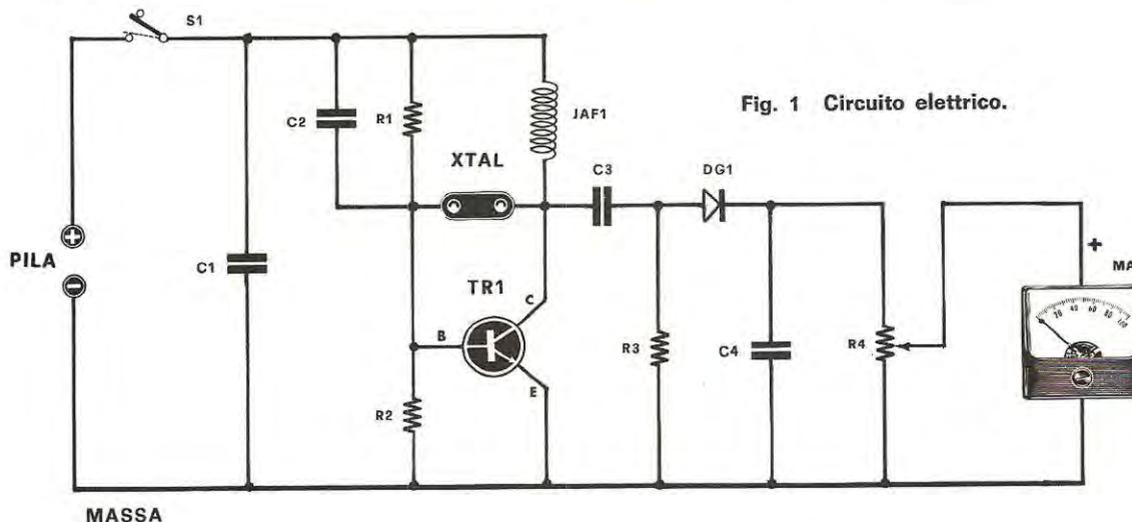

Fig. 1 Circuito elettrico.
Lo schema elettrico del nostro provaquarzi è quello che appare in fig. 1 e, come potete constatare voi stessi, non è che presenti delle difficoltà o delle particolarità di soluzione tali da renderne difficile o comunque critico il cablaggio.
**Fig. 1** L'antenna verticale visibile in disegno è senza dubbio quella che presenta minor difficoltà dal punto di vista costruttivo. Essa consiste praticamente in un tubo di alluminio di diametro di 10-12 mm. lungo 2,74 metri (elemento superiore) ed un secondo tubo (elemento inferiore) del diametro di 50 mm. di lunghezza analoga a quello precedente. Entro a quest'ultimo fisseremo come vedesi in fig. 2 un tondino di legno. L'impedenza di quest'antenna può essere variata da 52 a 75 ohm variando la lunghezza dei due tubi. Tale antenna è omnidirezionale, cioè irradia o riceve da ogni direzione.
vale a dire di 2,74 metri, che formerà l'elemento inferiore, come distintamente è visibile in fig. 1.
**Fig. 5** L'antenna visibile in figura è una direttiva, cioè irradia e riceve da una sola direzione, aumentandone però l'intensità del segnale. L'elemento riflettore lungo esattamente metri 5,64, andrà fissato ad una estremità del palo orizzontale di sostegno. A m. 0,98 andrà fissato l'elemento radiante (dimensioni analoghe a quelle di fig. 1 e fissato come indicato in fig. 3) a m. 2,07 dall'elemento radiante. Fisseremo il direttore costituito da un tubo lungo esattamente m. 5,13. Per evitare le oscillazioni prodotte dal vento, le estremità dei tubi saranno tenute ferme con filo di nailon.